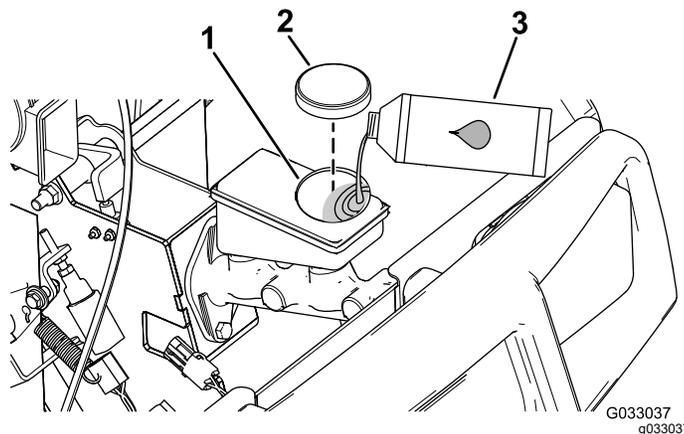

図 54
4. フードを持ち上げてブレーキのマスターシリンダとブレーキ液タンクにアクセスできるようにする 図 54。